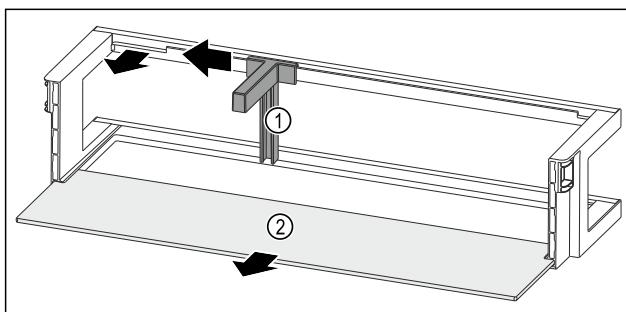

Fig. 90 Дверная полка с держателем для бутылок и съемной полкой
- Сместите держатель для бутылок *Fig. 90 (1)* до выемки в сторону.
- Извлеките держатель для бутылок *Fig. 90 (1)*.
- Извлеките съемную полку *Fig. 90 (2)*.